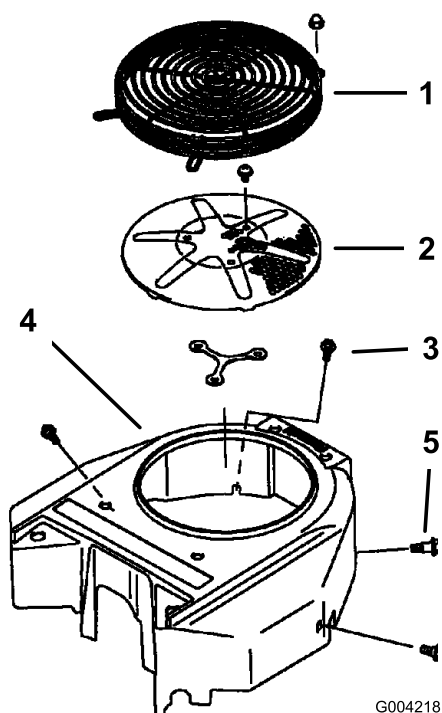

Figura 62
3. Remova o painel de admissão de ar e a caixa da ventoinha (Figura 62).
5. Monte o painel de admissão de ar, o arrancador de retrocesso e a caixa da ventoinha (Figura 62).